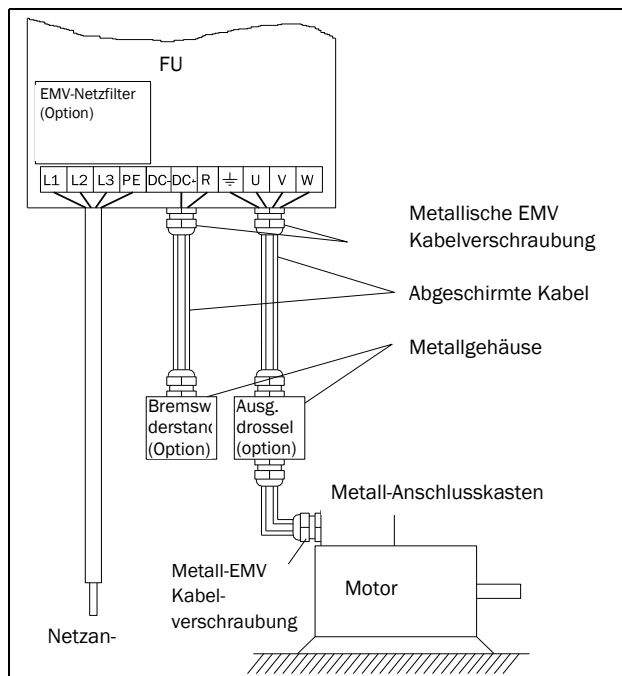

Abb. 72 Anschluss von Netz- und Motorkabel
1. Anschließen der Netzkabel wie in Abb. 72 . Der Frequenzumrichter verfügt standardmäßig über einen integrierten EMV-Netzfilter, der Kategorie C3 für die zweite Umgebung entspricht.
Anschluss der Motorkabel wie in Abb. 72 . Um den EMV-Richtlinien gerecht zu werden, müssen abgeschirmte Kabel eingesetzt werden und die Motorkabel-Abschirmung muss auf beiden Seiten angeschlossen werden, am Motorgehäuse und am FU-Gehäuse.